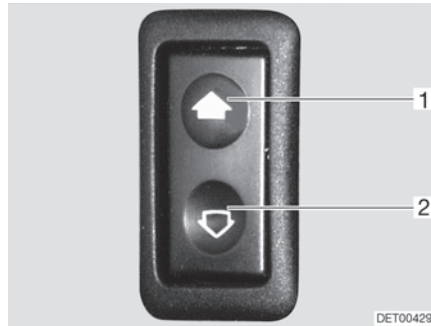

Fig. 26 Interruttore per alzacristalli elettrico
- Apertura:* ■ Premere l'interruttore in basso (Fig. 26,2).
- Chiusura:* ■ Premere l'interruttore in alto (Fig. 26,1).